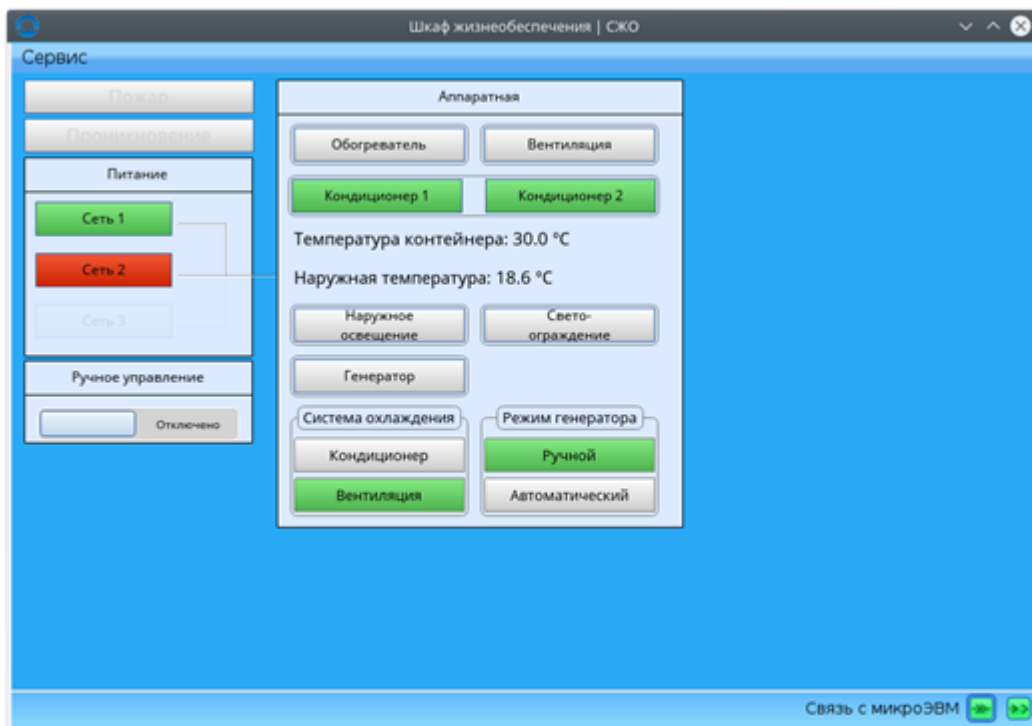

Рисунок 15. Вид программы "Шкаф жизнеобеспечения"
3.4 Для открытия расширенного контроля и управления системой жизнеобеспечения требуется в «ОКО» на вкладке «Оборудование» нажать кнопку «Контейнер». После этого отобразится окно «Шкаф жизнеобеспечения» (рисунок 15). В программе доступны следующие функции: